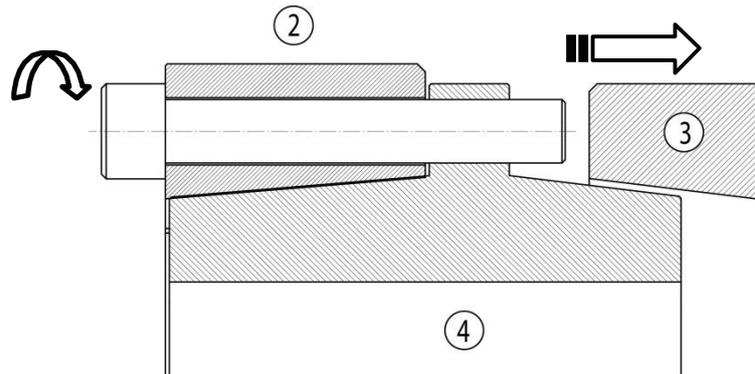

Figura 6
1. Rimuovere tutte le viti del cilindro (5) e avvitare altrettante nella filettatura dell'anello centrale (4) come descritto nella Figura 6.